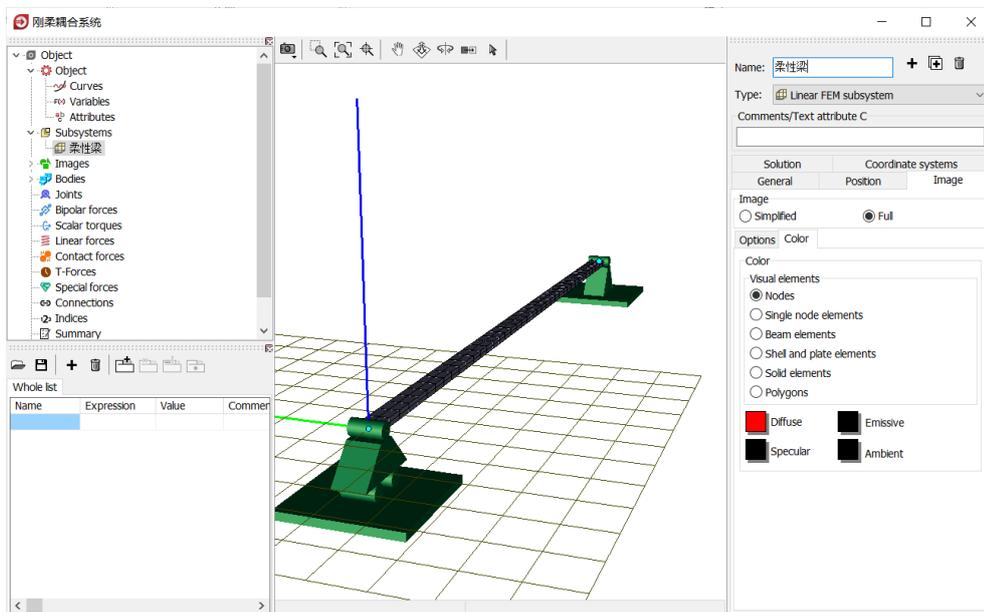

图 2-107
- 6) 重命名为**柔性梁**, 在 **Image** 页面可选择 **Simplified** 或 **Full** 模式, 可选择是否显示节点和单元, 以及颜色和尺寸, 如图 2-107。